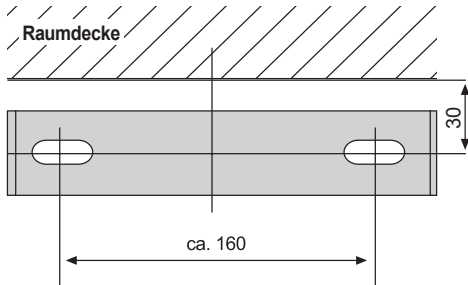

Abb. 15
**Bei Abluftbetrieb:** den Teleskopschaft (2) mit den Luftaustrittsschlitzen nach unten einsetzen. Die Luftaustrittsschlitze sind dann verdeckt.
Befestigen Sie das Montageblech (9) (Abb. 15) mit zwei Schrauben 4x40 mm (12) und zwei Dübeln 8 mm (13) an der Wand.